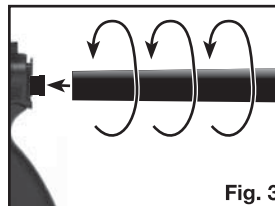

Fig. 3
- Pour installer, alignez la crosse avec les rainures à l'arrière de la carabine (Fig. 3) et torsion jusqu'à ce qu'elle ferme à clef.